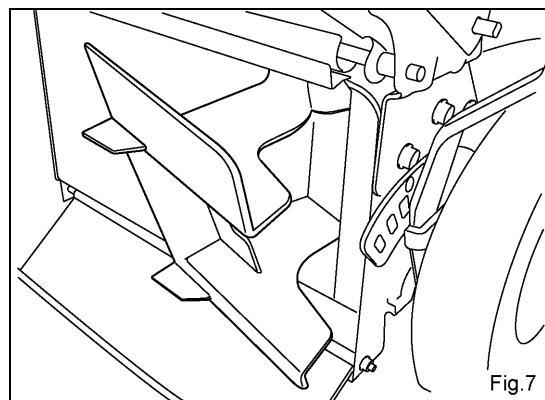
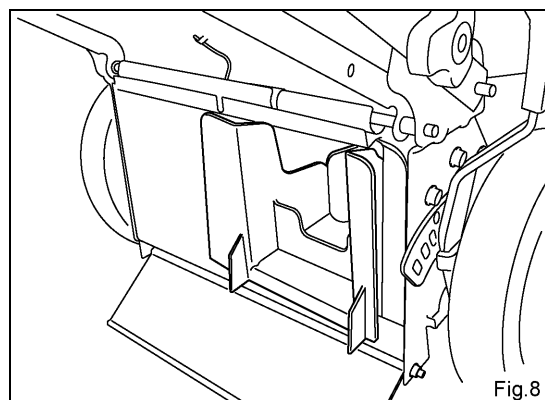

Fig.7
Fig.8
- Fig.7 の状態まで差し込んだら左回転（反時計方向）に 90° 後部排出プラグを回転させ、そのまま差し込みます。（Fig.8）